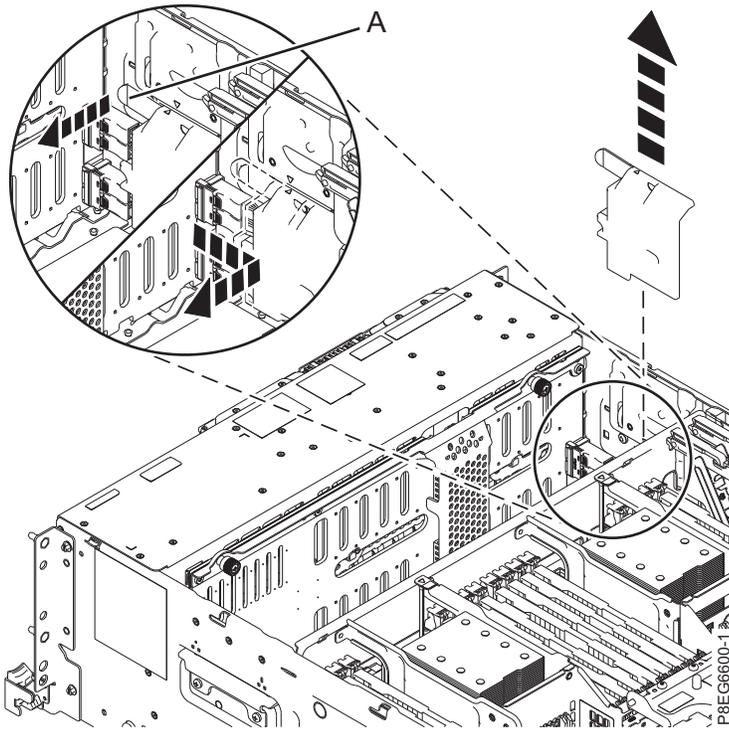

Figura 1. Removendo a tampa do cabo SAS
6. Remova a tampa do cabo SAS do lado do chassi. Segure a alça da tampa e puxe-a para fora para destravá-la. Puxe a tampa de volta na direção que é mostrada até que a tampa possa ser removida. Consulte o Figura 1.